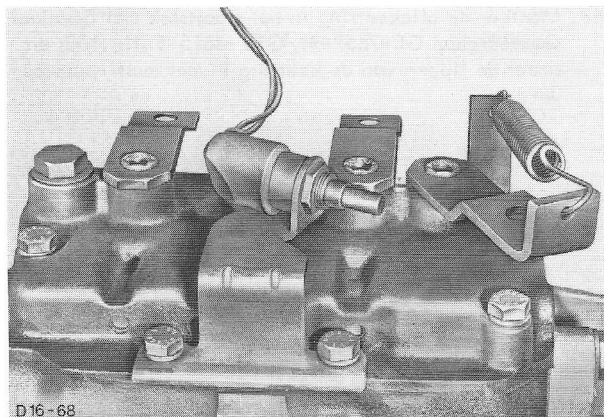

Fig.156 Schakelhuisdeksel monteren.
51. Monteer het schakelhuisdeksel. Monteer de 2 steunen, de terugtrekveer voor de achteruit en de achteruitrijlampschakelaar (fig.156). Smeer vloeibare pakking op de schroefdraad van de bouten.